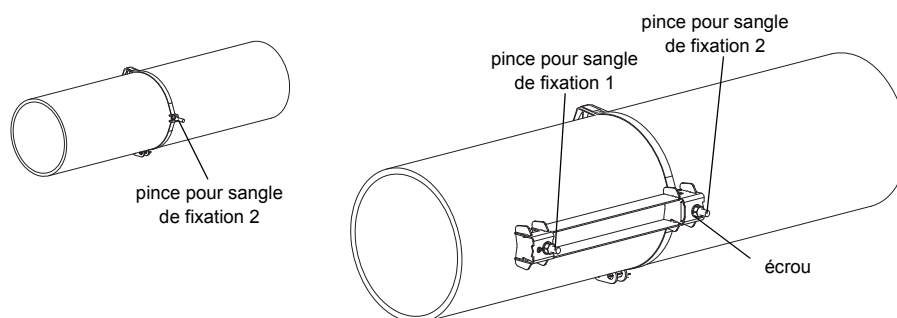

Fig. 9.19: Rail fixé d'un côté sur la conduite
- Vissez le rail à la pince pour sangle de fixation 2 (voir Fig. 9.19).